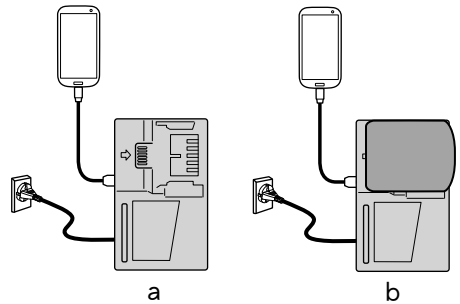

图 10
(1) 选择充电方式
- 将 USB 设备插入插座进行充电 (图 10-a)。
- 将 USB 设备和电池插入插座进行充电。(图 10-b)